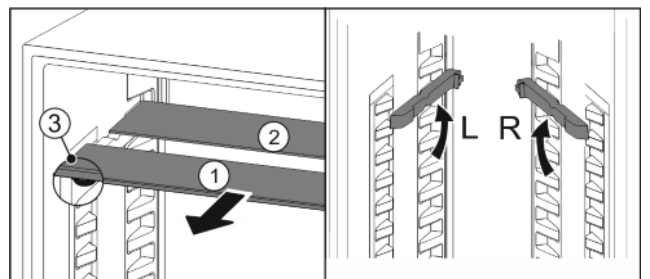

Fig. 22
- ▶ Steklene plošče posamično izvlecite Fig. 22 (1) naprej.
- ▷ Steklena plošča Fig. 22 (1) z zaustavjalniki izvleka je spredaj.
- ▷ Zaustavjalniki so obrnjeni navzdol Fig. 22 (3).